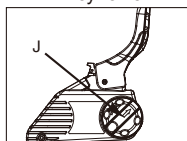

Рисунок 3F
10. Поворачивайте рукоятку (J) ПРОТИВ ЧАСОВОЙ СТРЕЛКИ, пока ХВОСТОВИК (K) не окажется в крайнем положении (рис. 3F).
12. Туго затяните крепежный винт (N) и выполните шаг 13 для регулировки натяжения цепи.